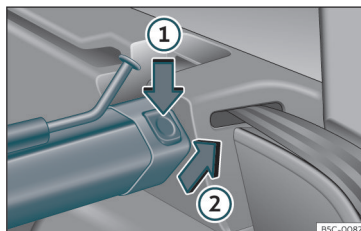

Fig. 132 En el maletero: desmontar la red de separación.
- Presione la tecla de desbloqueo izquierda o derecha >>> fig. 132 en el sentido de la flecha ①.
- Extraiga la carcasa del soporte en el sentido de la flecha >>> fig. 132 ②.
- Presione la carcasa en los soportes izquierdo y derecho en el sentido contrario al de la flecha >>> **fig. 132 ②** hasta que encastre.